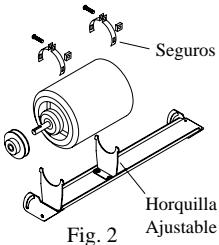

Fig. 2
• **Monte el motor.** Instale el motor del ventilador en las horquillas de la montura. Ajuste la horquilla ajustable si es necesario y sujetelo el motor con los seguros (véase fig. 2).